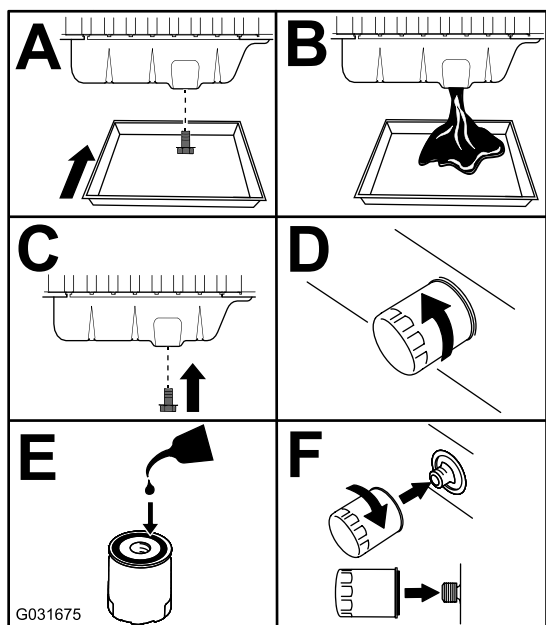

Figura 79
3. Substitua o filtro e o óleo do motor (Figura 79).